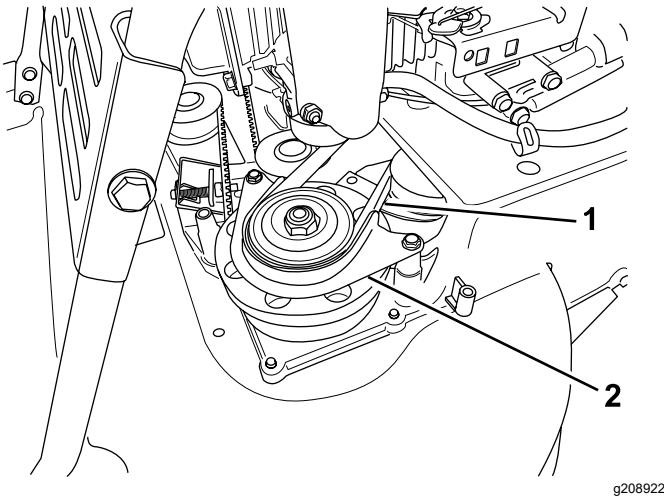

Figure 41
7. Déposez la protection de la courroie du BBC (Figure 41).